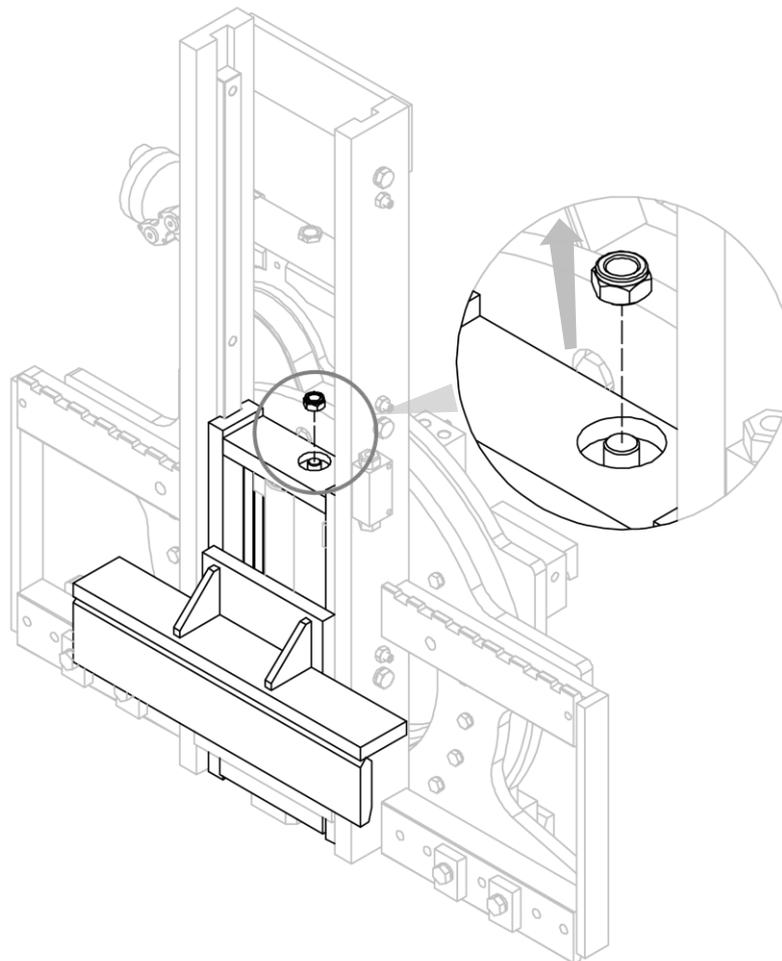

Abbildung 23
2. Entfernen Sie die Mutter, mit der die bewegliche Konstruktion an einem der Zylinder befestigt ist (siehe *Abbildung 23*).